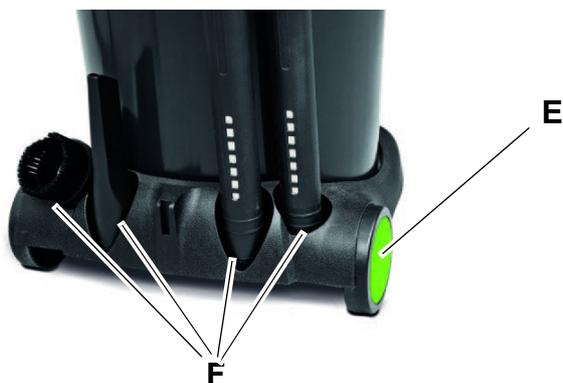

Abb. 10: Kunststofffahrwerk und Halterungen
Die Modelle wetCAT 133 IE, wetCAT 133 IR, wetCAT 137 E, wetCAT 137 R (Abb. 10) sind mit weiteren Funktionen ausgestattet:
1. Kunststofffahrwerk (Pos. E, Abb. 10)
2. Halterungen für Düsen und Saugrohr (Pos. F, Abb. 10)